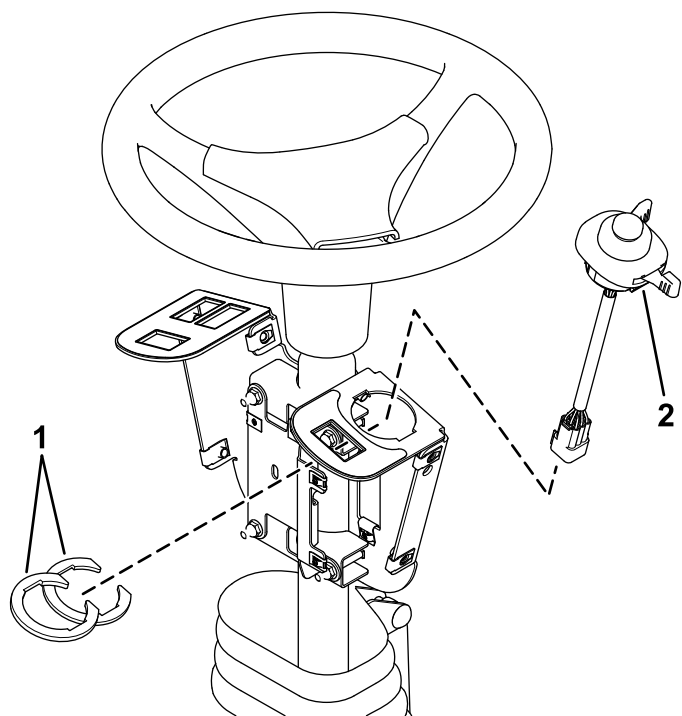

**Figura 3**
1. Montate senza serrare il supporto dell'interruttore attorno al piantone di sterzo con 4 bulloni a testa tonda (1/4" x 2"), 2 staffe di montaggio, una piastra di supporto fusibili e 4 dadi di bloccaggio (1/4") come mostrato nella Figura 3.